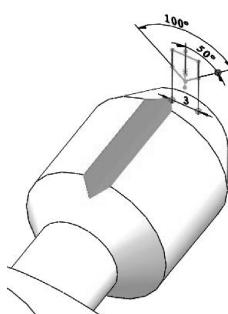

图 3-114 创建拉伸减除特征
- 退出草绘环境后，在拉伸属性面板中设置拉伸深度类型，单击【应用】按钮，完成拉伸减除操作，如图 3-114 所示。